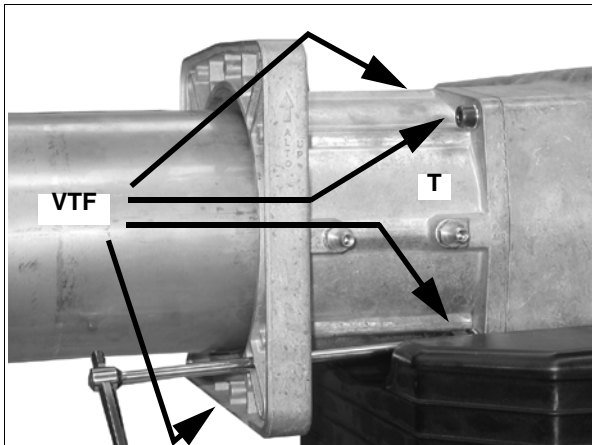

Рис. 4
- 2 Снять патрубок с фланцами **T** , отвинтив 4 винта **VTF** (Рис. 4).